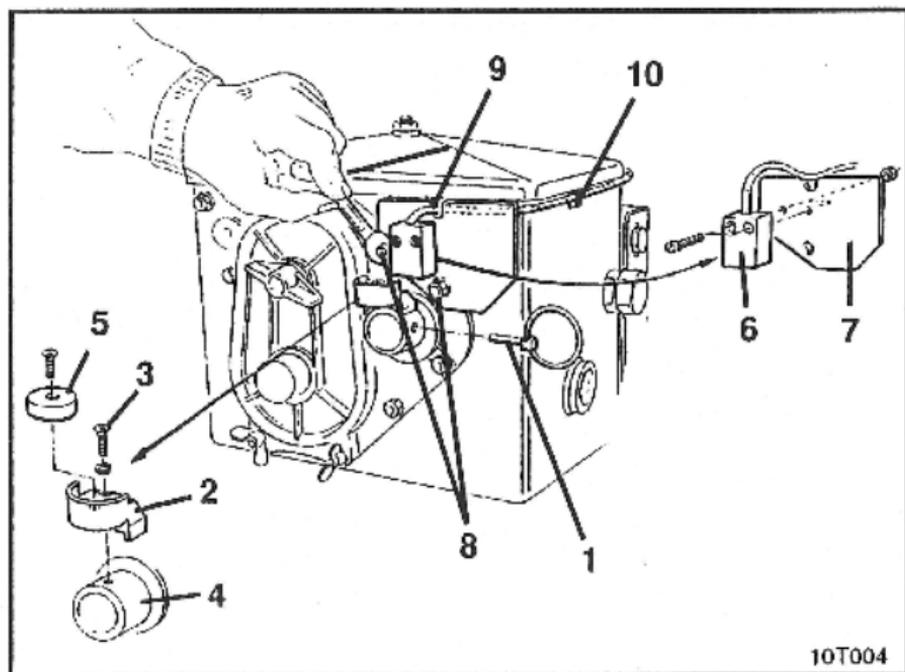

Fig. 9.1
- Quitar el pasador (fig. 9.1/1, que conecta el eje de agitación con la transmisión).
- Atornillar el soporte del imán (fig. 9.1/2) en el eje hueco de la transmisión (fig. 9.1/4) mediante tornillo cortante M4 x 10 (fig. 9.1/3) y arandela de muelle.
- Atornillar el imán (fig. 9.1/5) en su soporte con tornillo cortante M4 x 10.
- Atornillar el sensor (fig. 9.1/6) a su soporte (fig. 9.1/7).
- Fijar el soporte del sensor (fig. 9.1/7) con dos tuercas (fig. 9.1/8) en la caja de cambios.
- El cable del sensor (fig. 9.1/9) se lleva a la cabina del tractor.
El cable se fija en la sembradora con placas adhesivas (fig. 9.1/10) y bridas. Las superficies de fijación de las placas deben estar desengrasadas y limpias.
- Introducir el pasador (fig. 9.1/1) en el eje hueco de la transmisión.